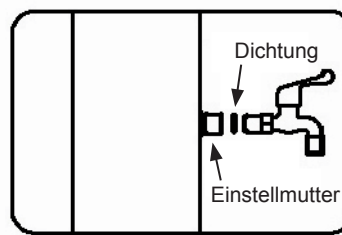

ABBILDUNG 2
4. Besitzt die Dusche eine Fußdusche, die Fußdusche mit der Einstellmutter am Duschschauch befestigen. (ABBILDUNG 2)